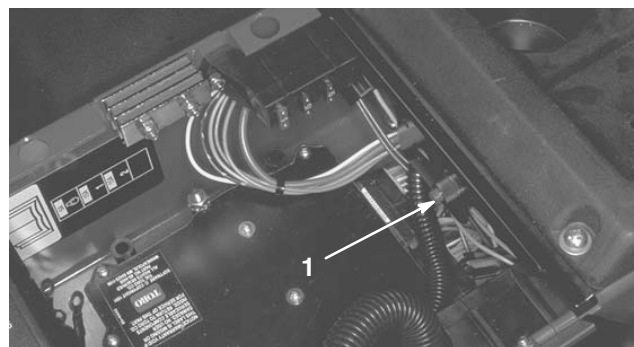

Figure 28
Le voyant de diagnostic vert indique si le module de commande électronique fonctionne correctement. Il est situé sous le tableau de bord (Fig. 28). Quand le module de commande électronique fonctionne correctement et quand la clé de contact est tournée à la position CONTACT ÉTABLI, le voyant est allumé. Il se met à clignoter si le module de commande détecte une anomalie de fonctionnement dans le système électrique. Le voyant cesse de clignoter et s'éteint automatiquement quand la clé de contact est tournée à la position CONTACT COUPÉ.
3. Branchez le connecteur de l'affichage de diagnostic ACE (Fig. 28) au connecteur du faisceau de câblage. Vérifiez que l'autocollant correct est apposé sur l'affichage de diagnostic ACE.